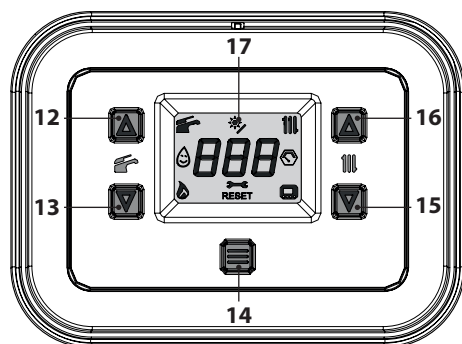

Figura 6.7
- Tenere premuto per 5 secondi il tasto 14 fino a far apparire sul display entrambi i simboli  e  Figura 6.7.
- Spegnere la caldaia tenendo premuto per 5 secondi il tasto 14 (Figura 6.7) fino a far apparire sul display LCD il simbolo — — — (i trattini vengono accesi in sequenza per simulare uno scorrimento) (Figura 6.6).